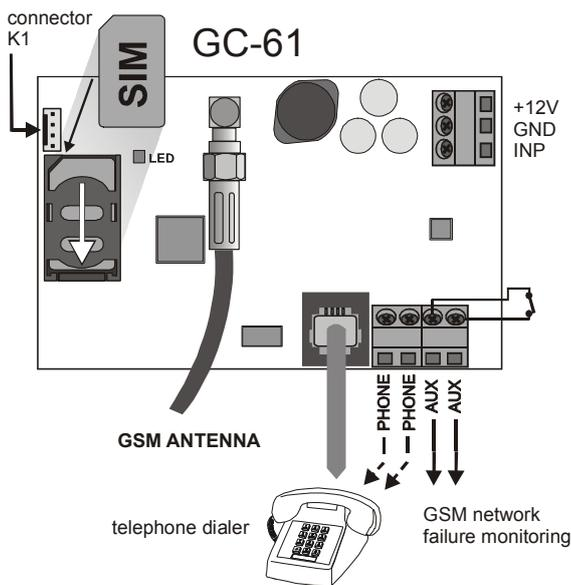

Figura 1
- c) Abra o Suporte de cartões SIM (fazendo deslizar na direcção mostrada na figura 1 e insira o cartão SIM no suporte e feche-o deslizando novamente.
- g) Se a rede GSM estiver indisponível durante 15 minutos, a saída AUX liga-se. O AUX pode ser usado como terminal de alarme. (contacto seco normalmente aberto, máx. 100mA / 60V) - veja a figura 1)